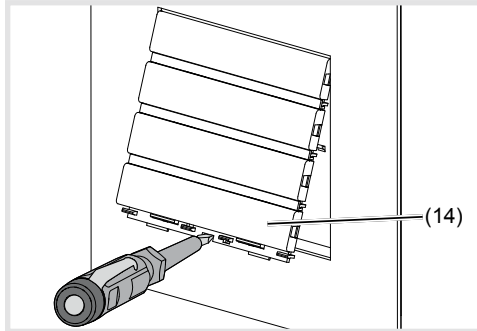

Bild 12: Demontage Ruftaster Modul Aufsatz
- Ruftaster Modul Oberteil in der unteren Hebel-öffnung mit dem Schraubendreher leicht anheben und nach vorne führen (Bild 12).